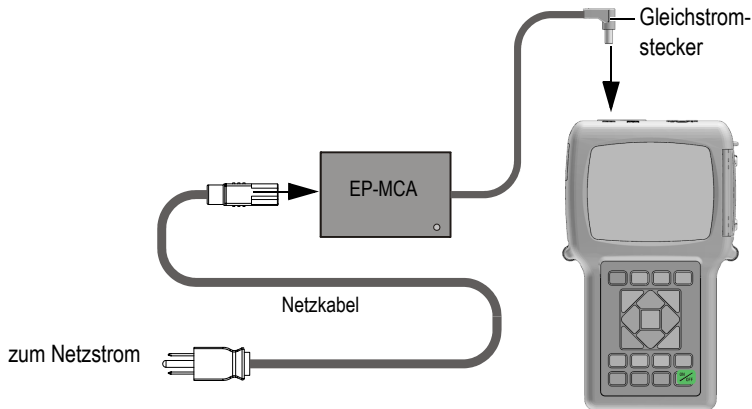

Abbildung 2-2 Anschluss des Universalnetzteils
1. Stecken Sie das Netzstromkabel in das Universalnetzteil (Bestellnummer EP-MCA [U8767042]) und in einen passenden Netzstromstecker ein (siehe Abbildung 2-2 auf Seite 40).